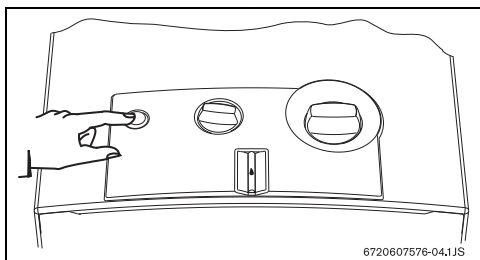

Рис. 5
- Нужно только нажать главный выключатель (рис. 5).